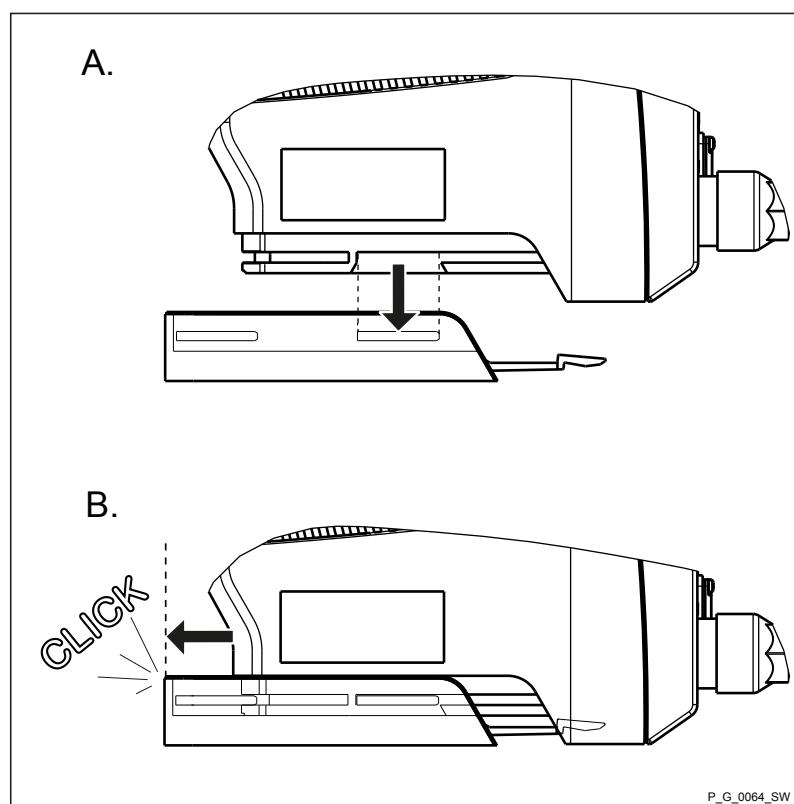

Рис. 9
3. ► Крепление дозирующего насоса с основанием на монтажной плате см. в weitere Informationen Рис. 9.